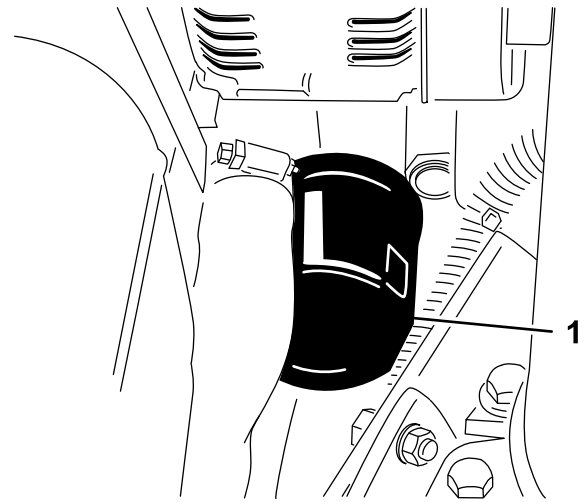

Bild 50
3. Entfernen Sie den Ölfilter (Bild 50).